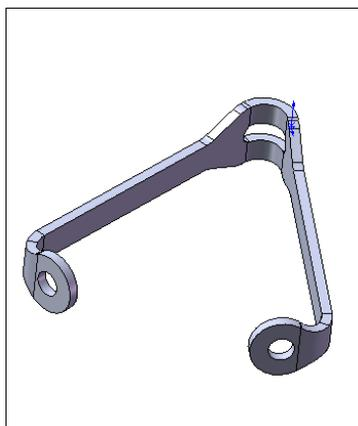

Рис. 4.28
- Закончив настройки сгиба, нажмем **ОК**  — и на экране появится деталь с измененным сгибом (рис. 4.28).